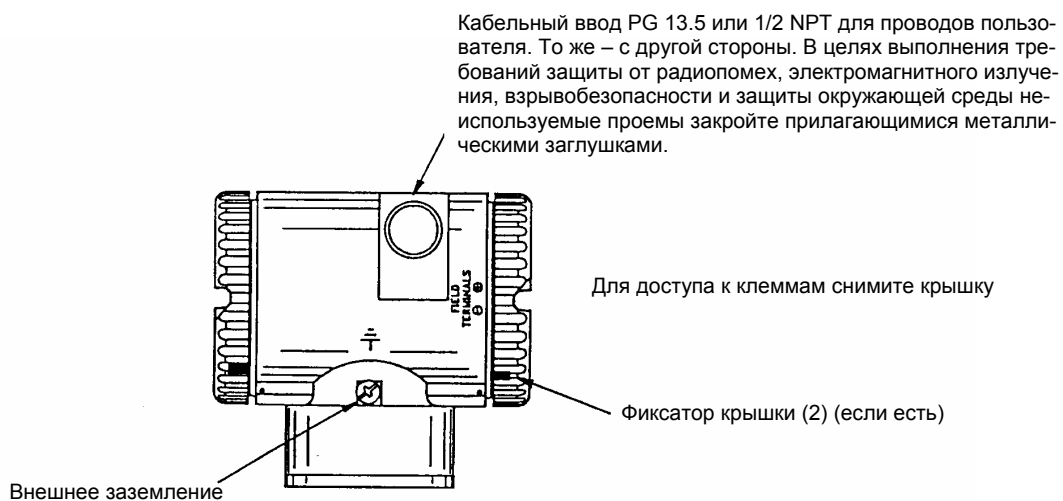
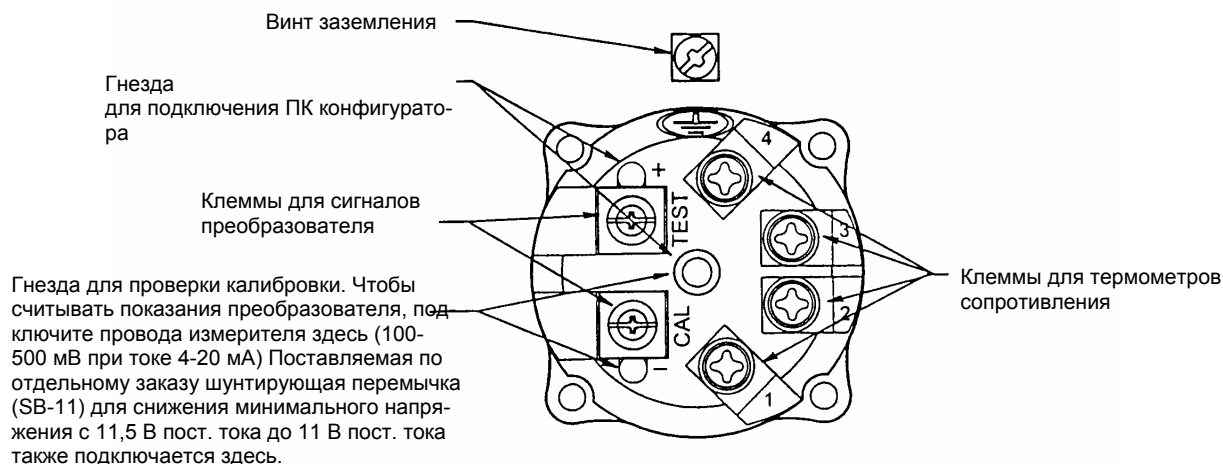
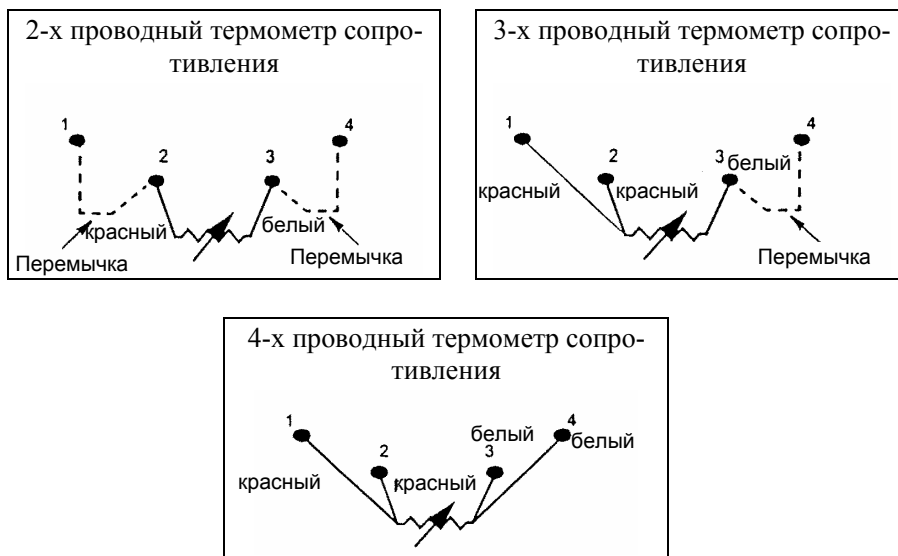

Рис. 10. Доступ к клеммам
Рис. 11. Назначение клемм
Рис. 17. Схема подключения термометра сопротивления
Фиксаторы крышки электронного блока, показанные на Рис.10, поставляются как стандартные в соответствии требованиями органов по сертификации, а также как часть опции обеспечения коммерческого учета.
Для доступа к клеммам преобразователя вкрутите фиксаторы крышки (если они есть) в корпус, так чтобы освободить крышку с резьбой, снимите крышку с клеммной коробки, как показано на Рис. 10. Обратите внимание, нужное отделение обозначается проштампованными буквами **FIELD TERMINALS** (клеммы). Обозначение клемм – см. Рис.11.
5. Подключите провод заземления к клемме заземления в соответствии с местными правилами. Клемма заземления показана на Рис. 11.
6. Подсоедините сигнальные провода к клеммам “+” и “-“ на преобразователе, показанным на Рис. 11.
7. Установленный на ПК Конфигуратор может быть подсоединен с помощью штеккеров к двум верхним гнездам (обозначенным TEST) на клеммной колодке в клеммной коробке, как показано на Рис. 11, или в любом другом удобном месте в контуре (подпадает под ограничения по опасным точкам). Например, чтобы установить связь с несколькими преобразователями из одной точки, каждая пара проводов должна быть подключена к своей паре клемм. В этом случае ПК конфигурактор можно легко отключать от одного контура и подключать к другому.
Подключите Ваш термометр сопротивления к клеммам 1, 2, 3 и 4. Точки подключения показаны на Рис.11. Схема соединений в соответствии с Рис.17.